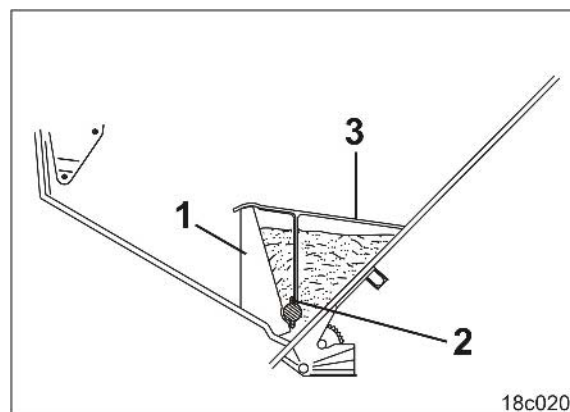
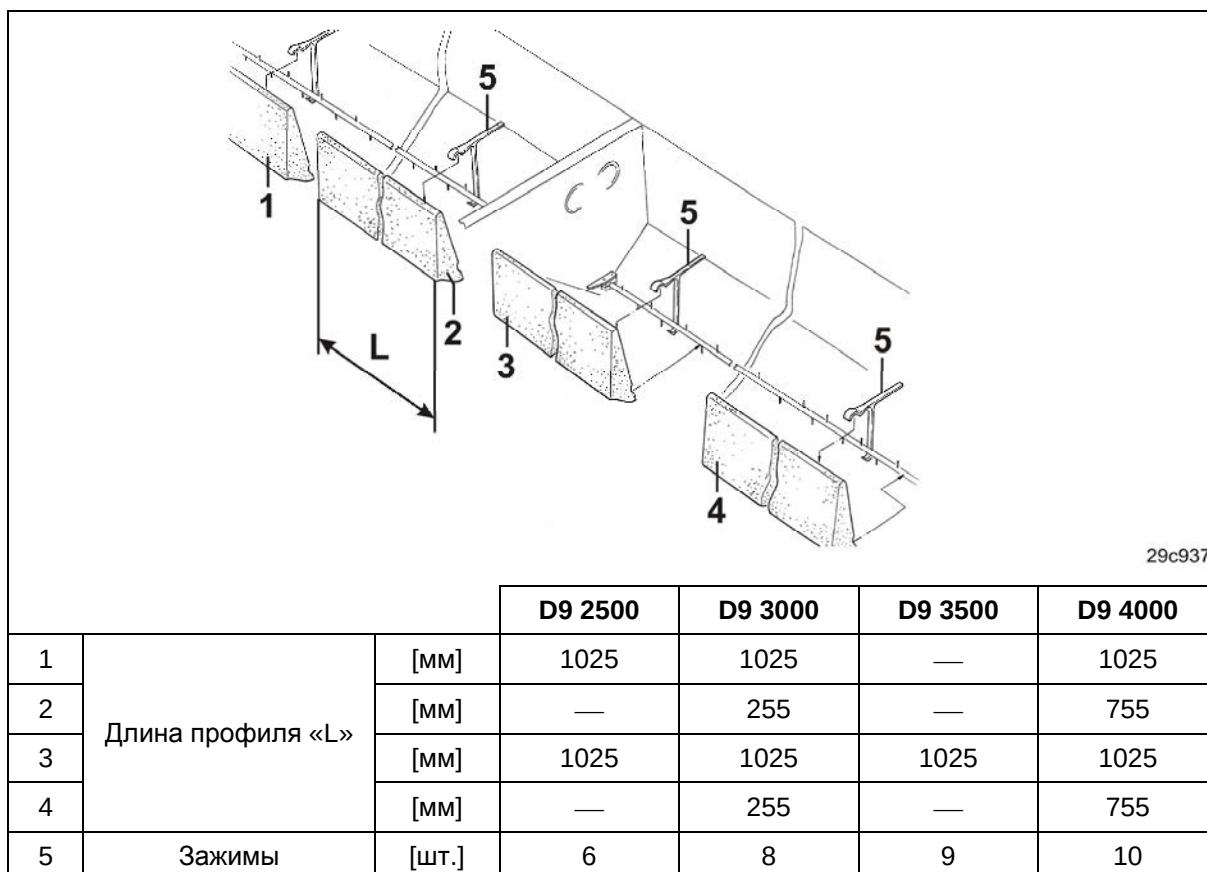

Рис. 114
Рис. 115
2. Установите вертикально ворошильные штифты (Рис. 114/2) ворошильного валика.
3. Закрепите профили насадки для рапса (Рис. 114/1) зажимами (Рис. 114/3) в семенном бункере [см. сборочный чертеж (Рис. 115)].